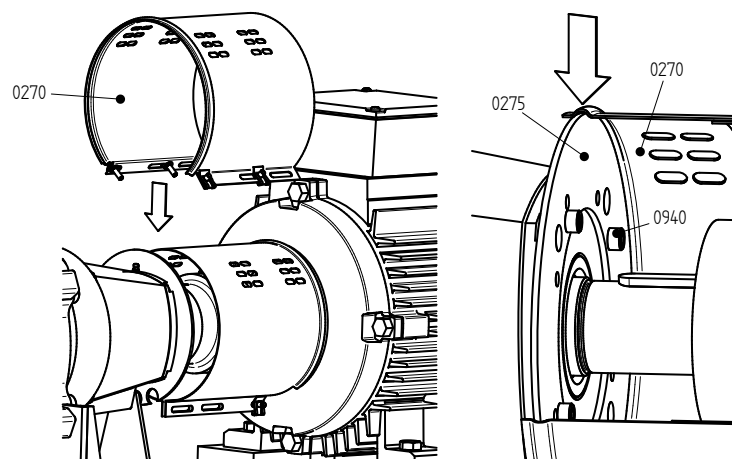

Figura 10: Montarea cămășii pe partea pompei.
- 1 Deșurubați șuruburile (0940) și îndepărtați placa de asamblare (0275) de pe suportul lagărului (2100). A se vedea figura 10.
- 3 Montați placa de asamblare (0275) pe suportul de lagăr (2100) utilizând șuruburile (0940). A se vedea figura 10.